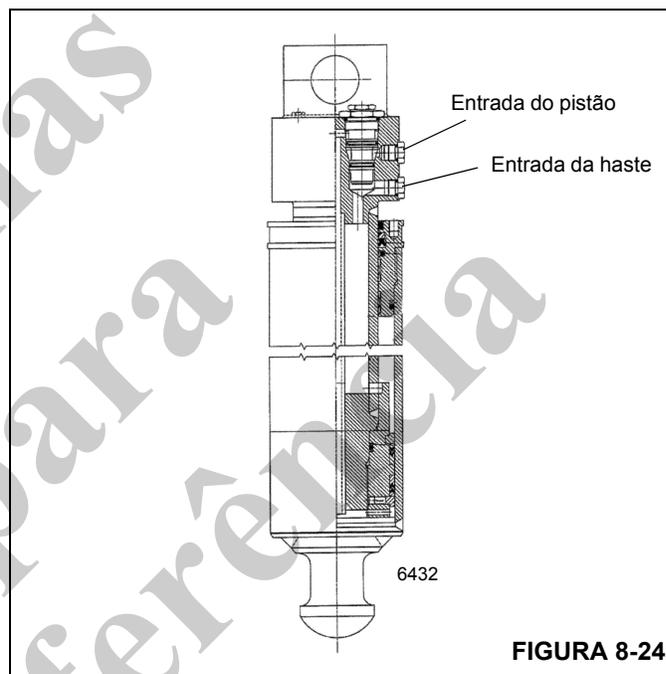

FIGURA 8-24
2. Remova a mangueira do lado da haste do cilindro do macaco suspeito de estar com vazamento (Figura 8-24). O óleo fluirá até que a cavidade no bloco de entradas do cilindro se esvazie. Quando a cavidade no bloco de entradas estiver vazia, o óleo deve parar de fluir da entrada do lado da haste.
2. Remova a mangueira do lado do pistão do cilindro do macaco suspeito de estar com vazamento (Figura 8-24). O óleo fluirá até que a cavidade no bloco